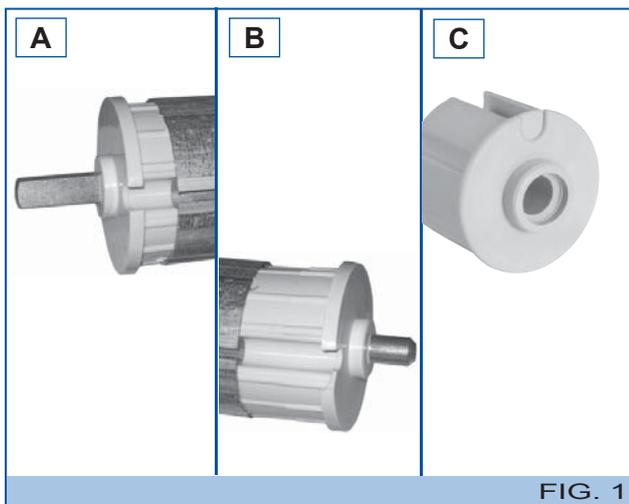

FIG. 1
- 1º Introducir en el lado de control del tubo enrollador el casquillo con perno cuadrado (A - Fig. 1).
- 2º Introducir en el lado opuesto el casquillo con perno redondo (B - Fig. 1) en caso de que no esté presente el cofre o, como alternativa, el perno con orificio (C - Fig. 1), si está presente el cofre.